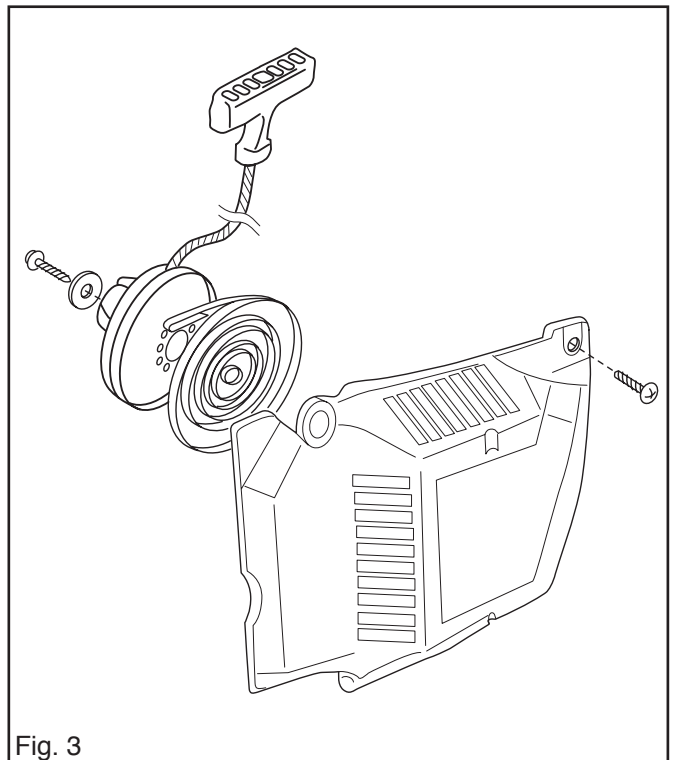

Fig. 3
4. Dévisser la vis centrale et retirer la rondelle et la poulie. Voir fig. 3.
5. Monter la rondelle et la vis. Voir fig 3.
7. Desserrer l'écrou du rotor volant. Visser l'écrou jusqu'à ce qu'il soit au même niveau que l'extrémité extérieure du pas de vis de l'arbre. Voir fig. 3.